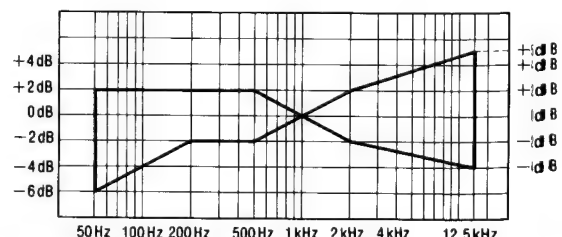

Fig. 5
4. Après cela, amplifier le signal enregistré sur la bande vierge CrO2 (QZZCRX) et la bande vierge métallisée (QZZCRZ) jusqu'à 14 kHz et régler de la même manière que celle mentionné ci-dessus. Puis, vérifier que le niveau de fréquence soit en deçà de la plage montrée à la Fig. 5.